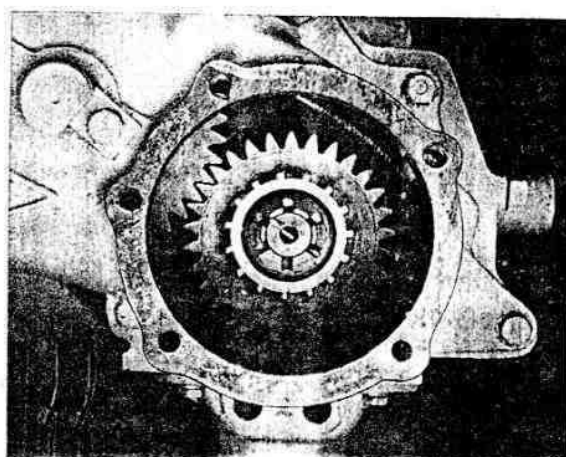

Fig. 179. — Detalle de la instalación del engranaje de mando de la caja de transferencia, acoplado en el engranaje intermedio.
23) Montar el engranaje de mando de la caja de transferencia, en el eje principal de la caja de velocidades. Colocar la arandela plana, tuerca y chaveta partida (Fig. 179).